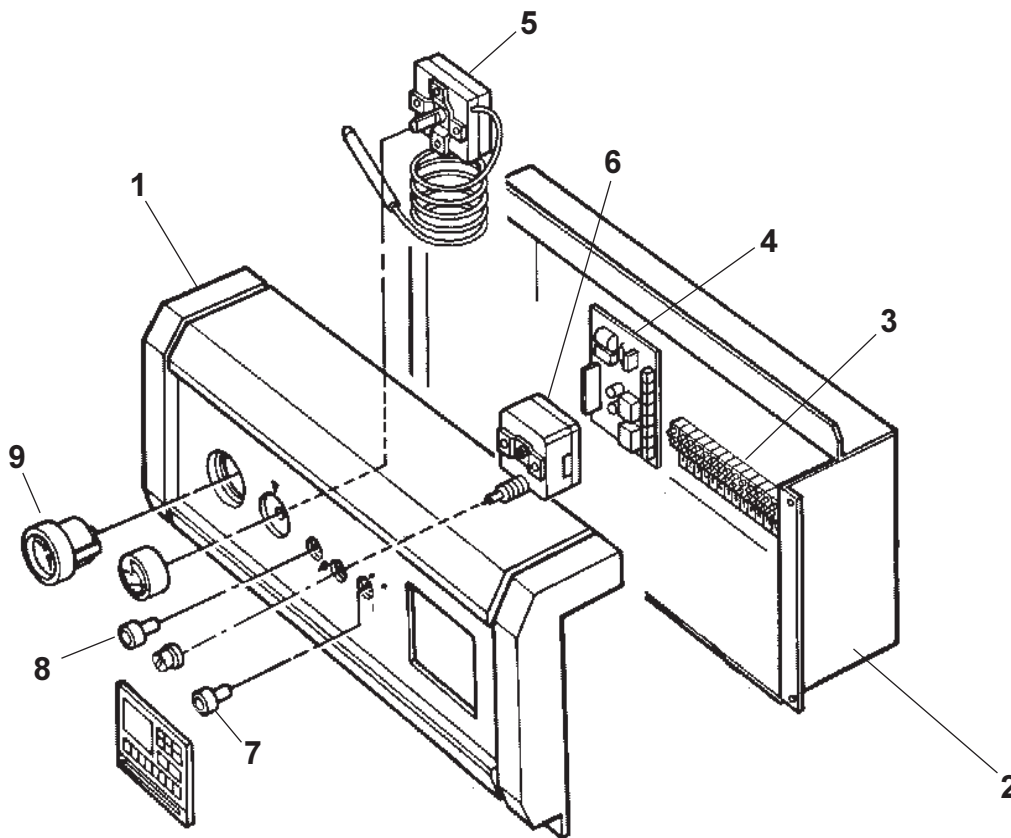

Fig. 5
Atención: Tener especial cuidado al manipular la centralita electrónica de control de llama (nº 4 fig. 5) y en su conexión.
4.3.- Detalle del panel portainstrumentos (fig. 5)